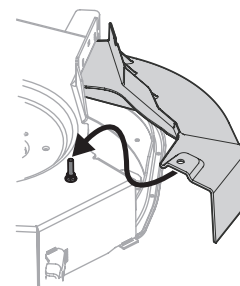

Figure 11
5. Placez une main au milieu de la partie supérieure de l'ensemble de déchiquetage pour fixer la bride horizontale en place. Ce faisant, utilisez l'autre main pour soulever la languette du trou de montage au-dessus de la tige de fixation et fixez-la à la tige sur le dessus du plateau de coupe. Voir Figure 11.